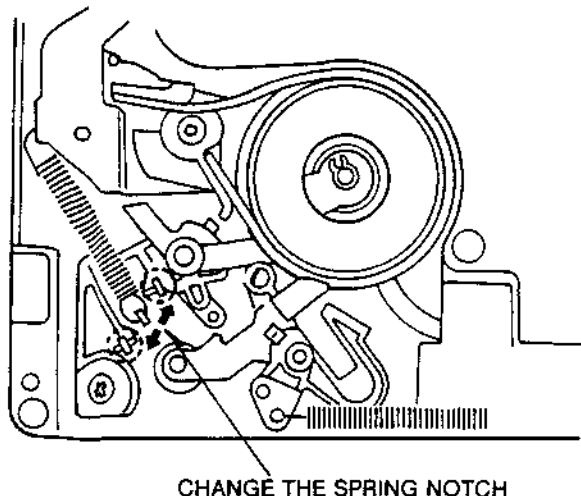

Fig. 2-5
- Wenn das Meßergebnis außerhalb der Spezifikation liegt, muß der Einhängpunkt der Feder Pos. 12(1) geändert werden, siehe Fig. 2-5. Die Bandspannung nimmt zu, wenn der Einhängpunkt noch vorne verlegt wird und nimmt ab, wenn der Einhängpunkt nach hinten verlegt wird.